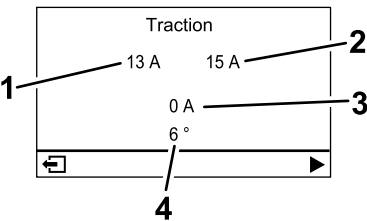

Figure 19
- **Écran du moteur de traction (Figure 19)** : indique l'angle de braquage actuel et l'intensité attribuée à chaque moteur de traction.